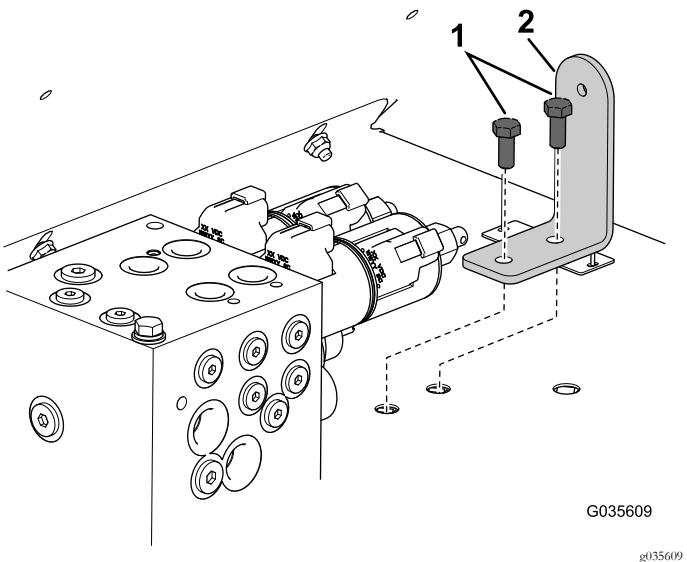

Bild 12
12. Befestigen Sie die Handradhalterung mit zwei Schrauben (5/16 x 3/4") an der Spülshitzvorrichtung, siehe Bild 12.